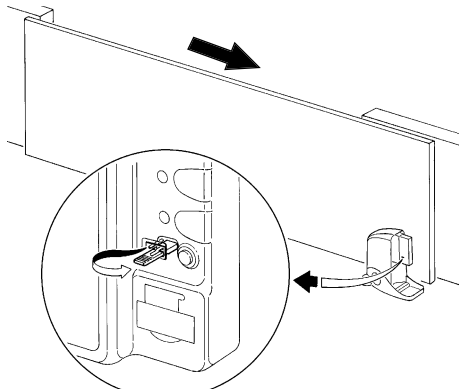
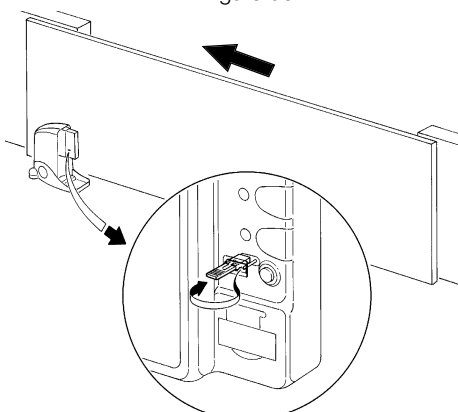

Figure 50
Figure 51
2 Suivant la position de l'opérateur à droite ou à gauche, régler la connexion volante pour le choix de la direction de la manœuvre d'"Ouverture", en suivant les indications de la figure 50 ou de la figure 51.
• Si la manœuvre n'est pas une ouverture, presser de nouveau la touche pour arrêter la manœuvre puis inverser la position de la connexion volante (voir figure 50 ou 51) page 15, puis répéter le point 2.